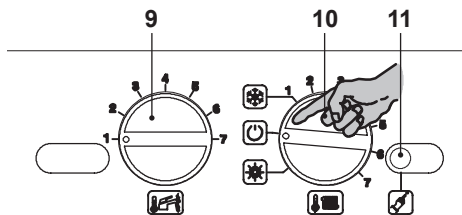

Figura 2.3
- Ruotate il selettore 10 come in Figura 2.3.